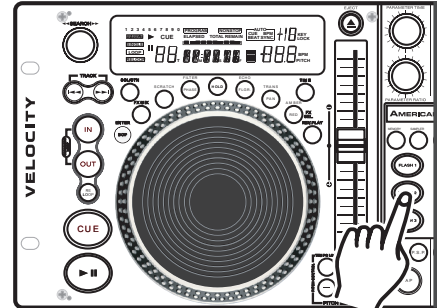

Figura 26
2) Presione el BOTÓN MEMORY (12). El BOTÓN MEMORY (12) se iluminará en color rojo, lo que indicará que la memoria está lista para almacenar.
4) La señal LED correspondiente al BOTÓN MEMORY (12) se apagará una vez que la muestra haya sido almacenada en la memoria.
5) La muestra ya ha sido guardada. El rulo original que usted utilizó para crear la muestra seguirá reproduciéndose hasta que se presione BOTÓN OUT (2) (Figura 26).